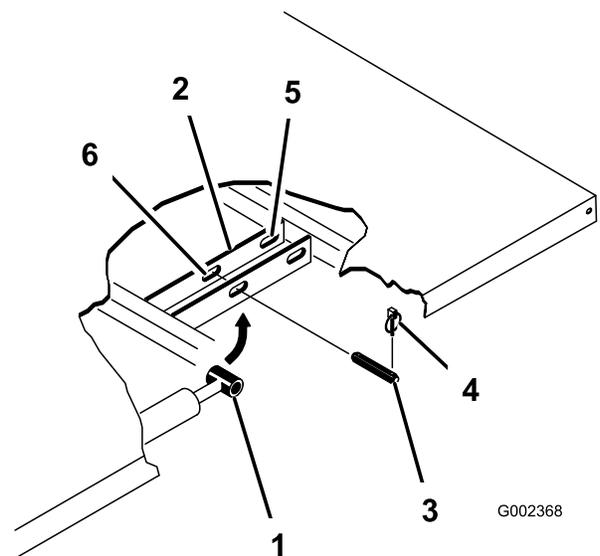

Рисунок 3
4. Удалите шплинты с кольцом из наружных концов шплинтуемых штифтов на штоках гидроцилиндров (Рисунок 3).
5. Снимите штифты с отверстиями под шплинт, которые крепят концы штоков цилиндров к монтажным пластинам кузова, протолкнув штифты в сторону осевой линии машины (Рисунок 3).